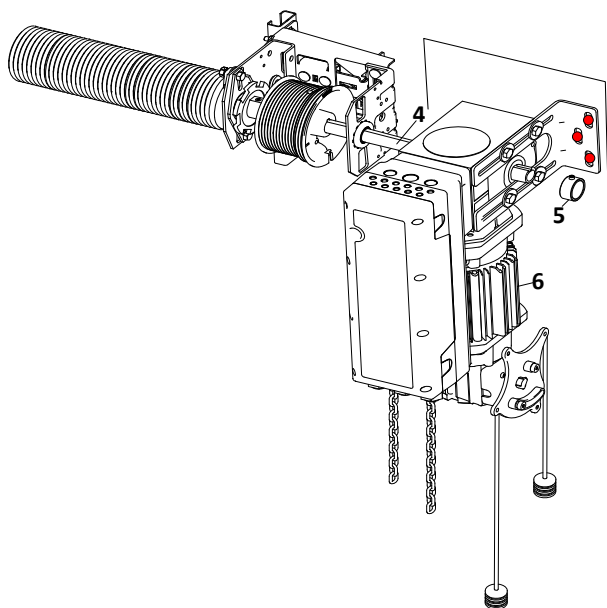

Рисунок 6
4. Установите привод **(6)** на вал **(4)** ворот, придвиньте монтажный кронштейн к основанию (стена или металлическая конструкция), на которое вы решили закрепить привод. Отметьте на основании расположение отверстий для надежного крепления монтажного кронштейна. Убедитесь, что на выступающую часть вала можно установить стопорное кольцо **(5)**. (Рис. 6)